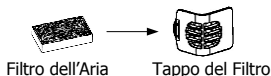

Fig. 11-1
(1) Attaccare il filtro dell'aria al tappo del filtro, come mostrato nella Fig. 11-1.